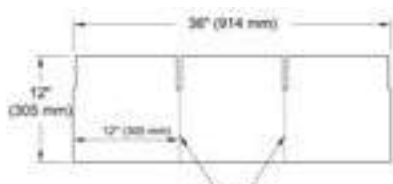

Figura 1
3. **Separa cada Teja de cumbrera TimberTex®...** es tres piezas individuales de las tejas de cumbrera en las perforaciones previamente marcadas (consulta la Figura 1).